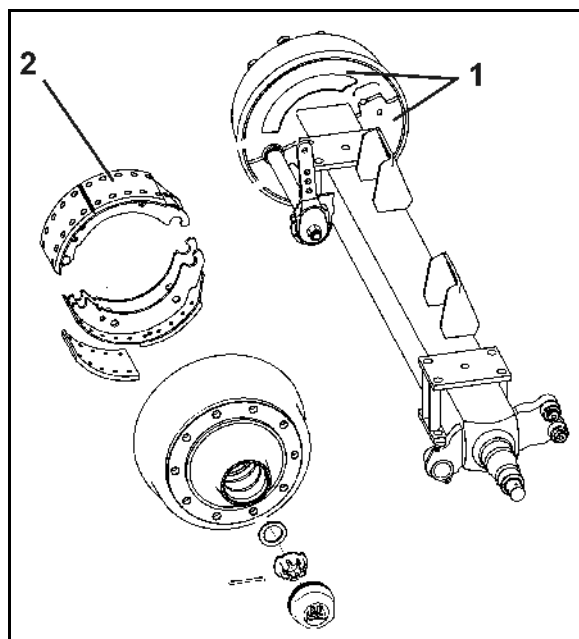

Bild 137
1. Skruva av de båda täckplåtarna (Bild 137/1) på bromstrummans insida.
Smuts som trängt in kan sätta sig på bromsbeläggen (Bild 137/2) och därigenom försämra bromseffekten betydligt.